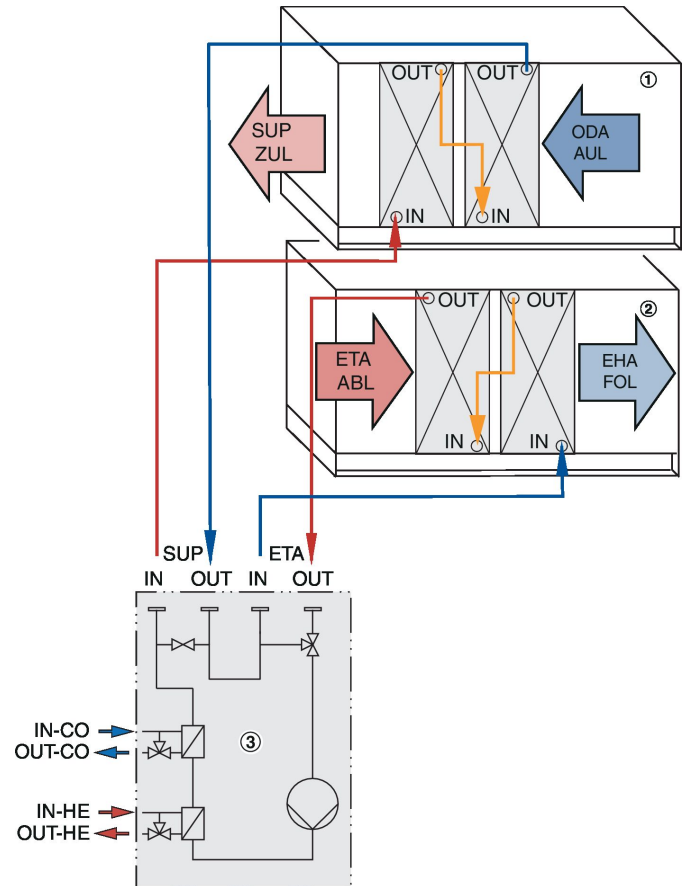

Abb. 36: Hydraulischer Anschluss (Beispiel)
- ① Zuluftgerät
- ② Abluftgerät
- ③ Hydraulikstation
- ▶ Rohrverbindung zwischen Wärmeübertrager und Hydraulikstation herstellen (Abb. 36).
4. ▶ Bei KVS-Systemen mit externer Einspeisung, die Anschlüsse zur Externen Einspeisung herstellen (Abb. 36).